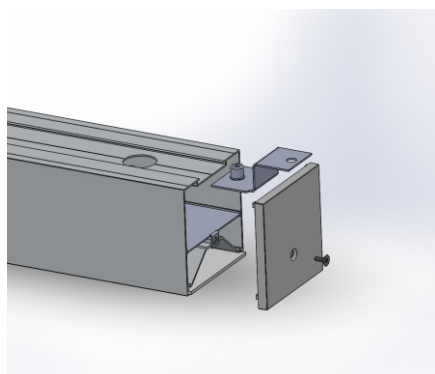

Рис.1
1. С помощью отвертки с крестообразным шлицем открутить винт, удерживающий торцевую, пластиковую заглушку со стороны кабельного ввода и извлечь из корпуса светильника крепежные элементы и кабельный ввод; (Рис.1)